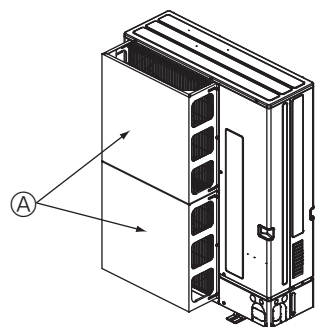

Fig. 2-15
① Установіть додатковий захисний кожух для повітря, якщо блок встановлено в місці, де сильні вітри внаслідок тайфунів тощо можуть перешкоджати циркуляції повітря через отвір для виходу повітря. (Fig. 2-15)